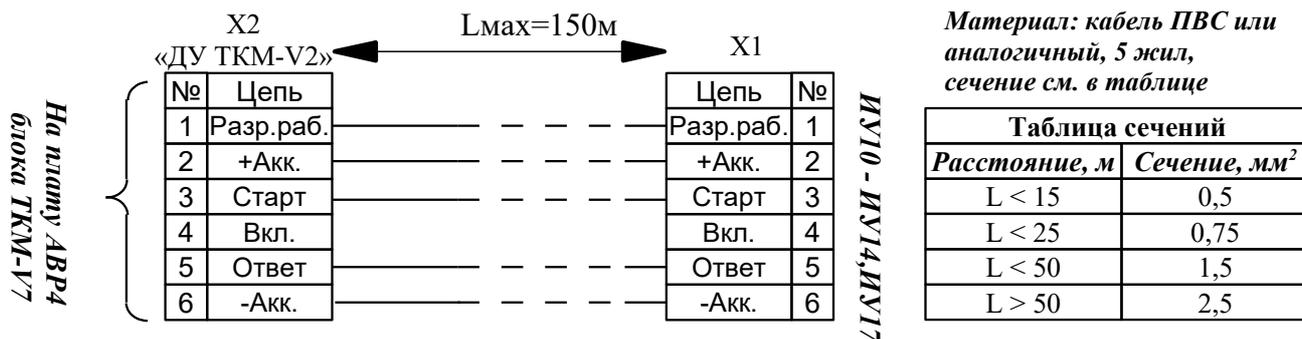

Рис.8. Подключение исполнительных устройств из серии ИУ1 — ИУ14, ИУ17.
11. Подсоедините кабель управления между контроллером и исполнительным устройством. Схемы, материал и сечение кабеля управления приведены на рис. 8 и 9.